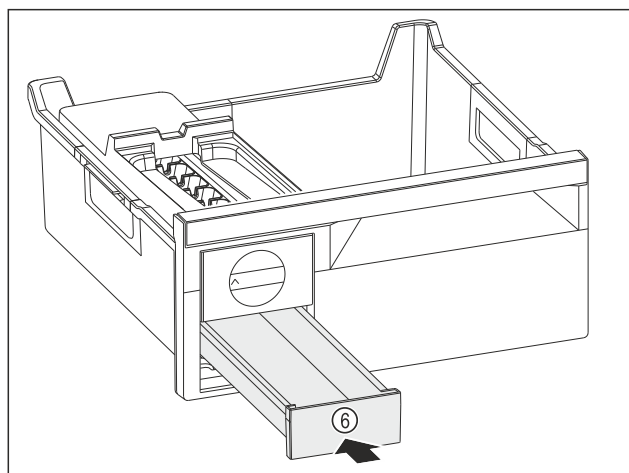

Fig. 109
- Zásuvku na kostky ledu Fig. 109 (6) zasuněte.